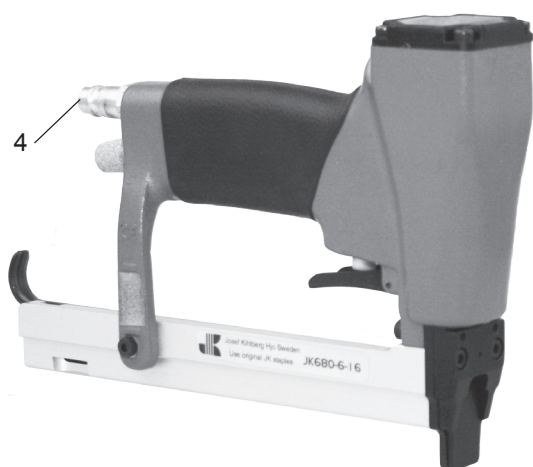

Fig. 1
2. Trycksedan på avtryckaren (fig.1/2).